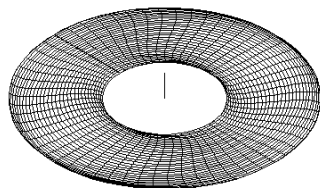

图 12-77 镜像结果
- 12 使用【镜像】命令，选择刚创建的边界网格，进行镜像，结果如图 12-77 所示。